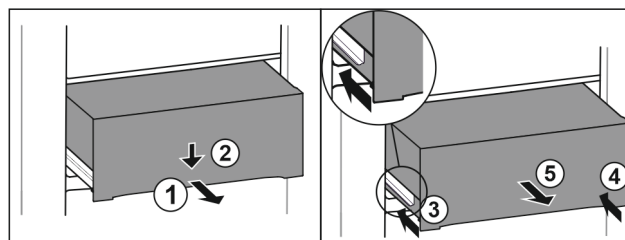

Fig. 133
- Lade er half uittrekken. Fig. 133 (1)
- Schuiflade aan de voorzijde omlaag drukken. Fig. 133 (2)
- Linker rail ca. 2 cm inschuiven. Fig. 133 (3)
- Rechter rail ca. 2 cm inschuiven. Fig. 133 (4)
- Lade naar voren toe verwijderen. Fig. 133 (5)